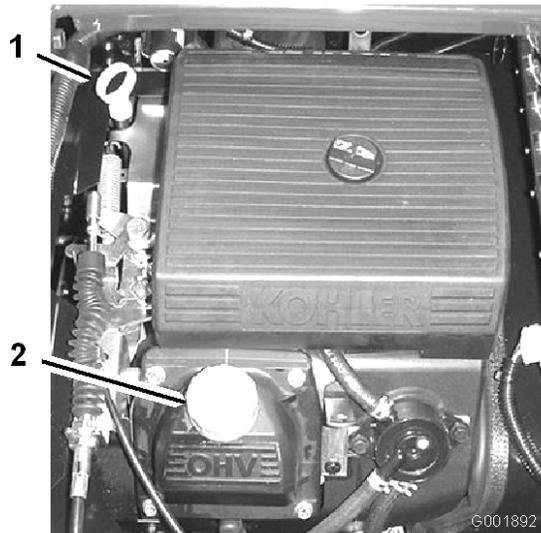

図 21
2. ディップスティックを抜き、ウェスで一度きれいに拭く(図 21)。ディップスティックを、チューブの根元までもう一度しっかりと差し込む。ディップスティックを引き抜いて油量を点検する。
3. 油量が少なければ、バルブ・カバーの上についている補給口(図 21)を開け、ディップスティックの Full マークまでオイルを補給する；オイルの種類や粘度についてはエンジンの整備, 44 ページの「エンジンオイルについて」を参